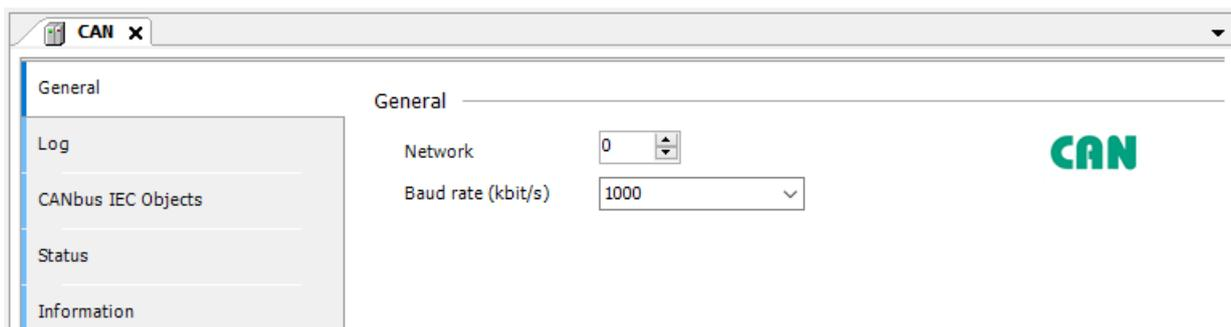

Figura 6.7: Configuración estándar CAN.
- Abra las configuraciones del dispositivo **CAN**, en la pestaña **General**, configure las opciones de la página conforme la Figura 6.7.